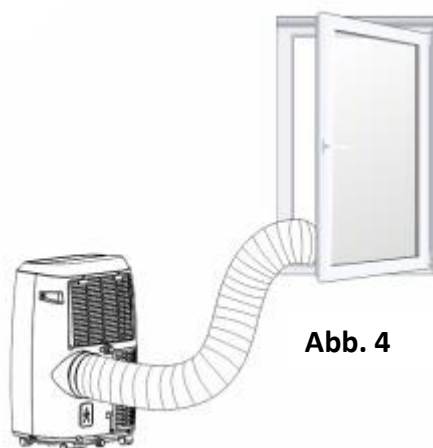

Abb. 4
- Das andere Ende des Abluftschlauchs zur nächsten Fensterbank verlegen. **(Abb. 4)**